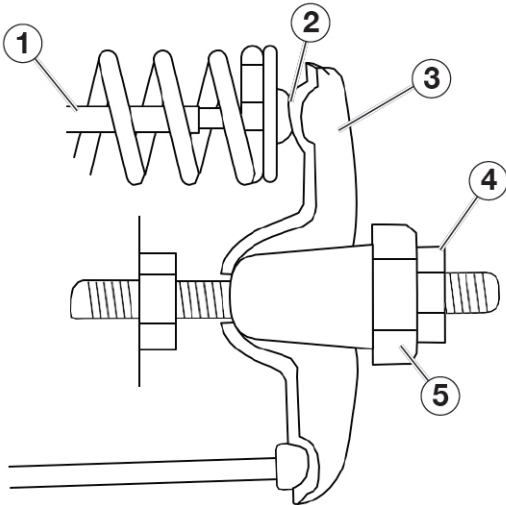

Figure 19 :
- Insérez une jauge d'épaisseur entre le culbuteur et la tige de poussée et vérifiez le jeu (voir Figure 19). Voir le tableau ci-dessous pour les spécifications de jeu de soupape.